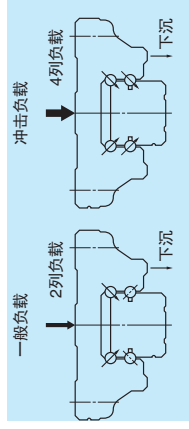

图 5 耐冲击性
- (1) 高精度、高质量。**
- (2) 可靠性高、寿命长。**
- (3) 品种齐全，可满足各种用途的要求。**
- (4) 通过开发可互换性产品，实现了短交货期。**
- (5) 具有高静负载能力（耐冲击性）（专利）**
- 滚珠型直线导轨通过采用哥特式沟槽，在超高负载（冲击负载）的情况下，即使通常不承受载荷的非接触面，也能够承受高冲击载荷。（图 5）
- (6) 推出超高负载系列**